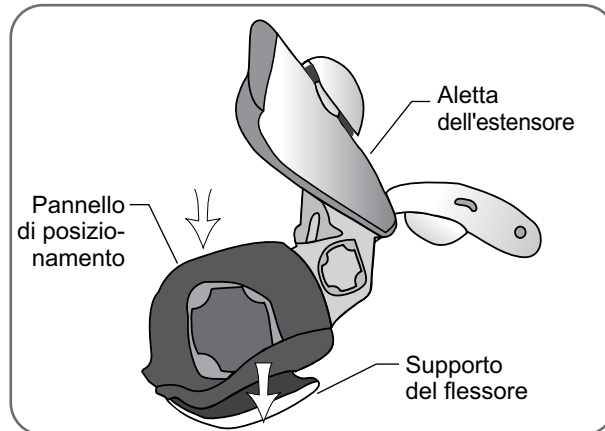

Figura 5-9 - Riapplicazione del pannello di posizionamento del flessore
1. Con l'aletta dell'ortosi aperta, allineare il pannello di posizionamento del flessore con il supporto del flessore (Figura 5-9).